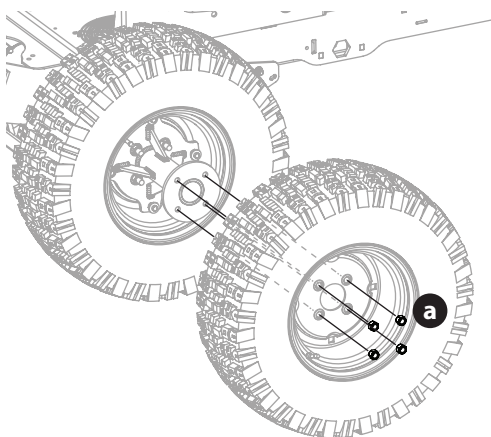

Figure 50
1. Retirez les quatre écrous de roue extérieurs (a) pour enlever la roue extérieure (Figure 50).